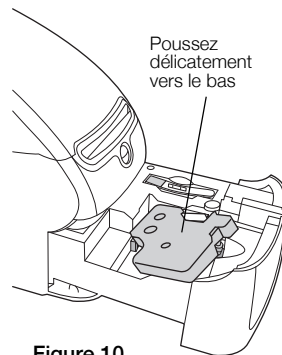

Figure 10
- 3 Insérez la cassette et appuyez fermement jusqu'à ce qu'elle soit bien en place. Assurez-vous que l'étiquette et le ruban sont bien positionnés. Voir Figure 10.